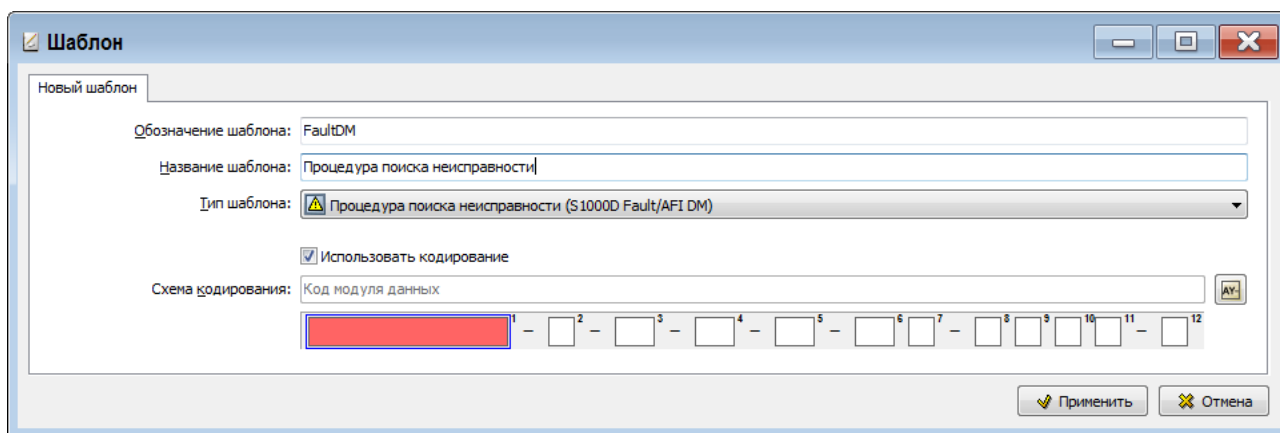

Рис. 3.61
2. В диалоговом окне **Шаблон** введите обозначение шаблона - «FaultDM» и название - «Процедура поиска неисправности» (Рис. 3.61).
3. Укажите тип шаблона «Процедура поиска неисправности (S1000D Fault/AFI DM)» (Рис. 3.61).